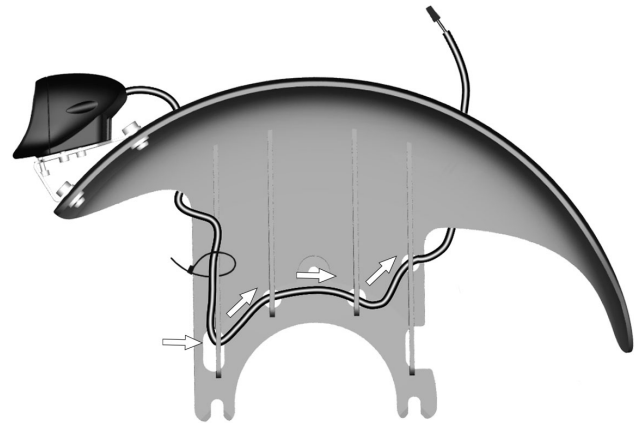

Abbildung 137. Kabel innen am Kotflügel montieren, durch die Kerbe ziehen und Kabelbinder verwenden.
2. Kabel innen am Kotflügel montieren, durch die Kerbe ziehen und Kabelbinder verwenden. Siehe Abbildung. 137.